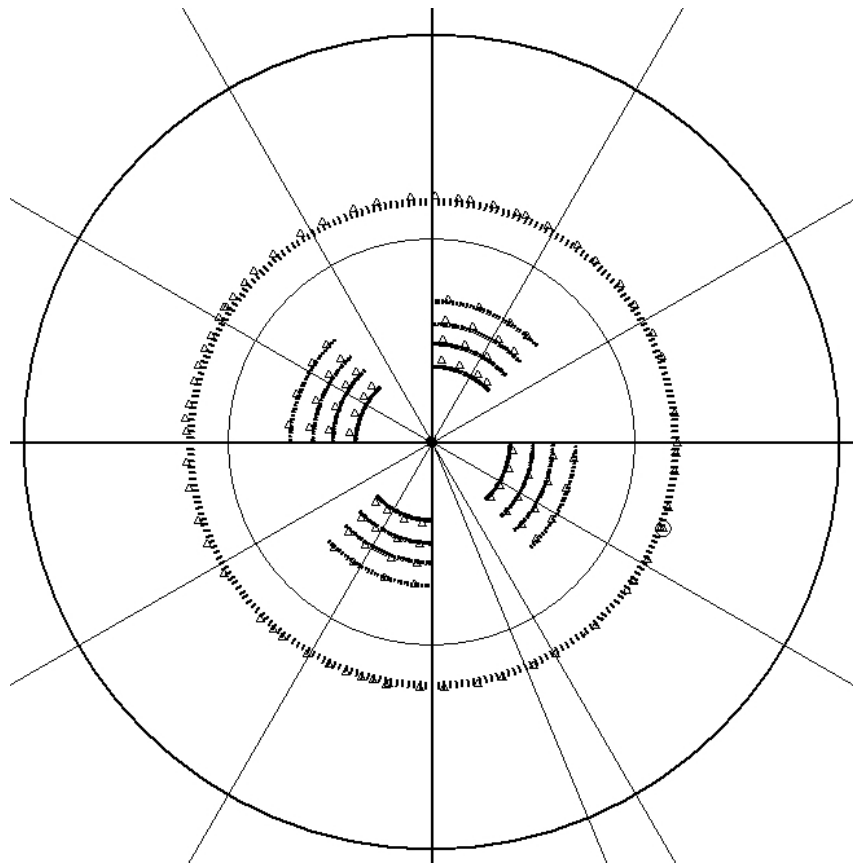

Рис. 57. Тест 2
- щелкните по кнопке ТЕСТ 2 в дополнительном окне управления диагностическими операциями и убедитесь в наличии на экране изображения, приведенного на рис. 57;